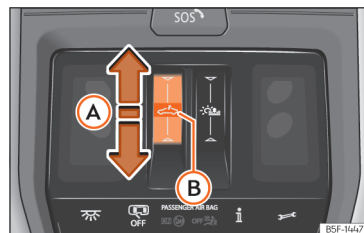

Fig. 87 No revestimento interior do teto: botão do teto de vidro.
- Movimento automático: deslize o dedo para trás sobre a área funcional ➡ » Fig. 87 (A).
- »» Fig. 87 (A) e mantenha pressionado até o teto se fechar totalmente.